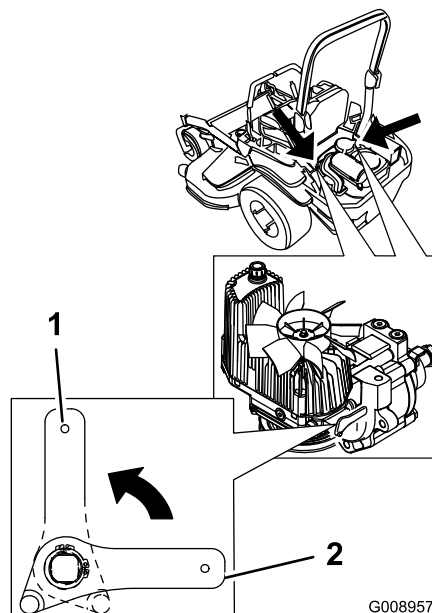

Figure 35
2. Tournez les leviers des valves de déblocage à la verticale pour pousser la machine (Figure 35).
4. Tournez les leviers des valves de déblocage à l'horizontale pour utiliser la machine (Figure 35).